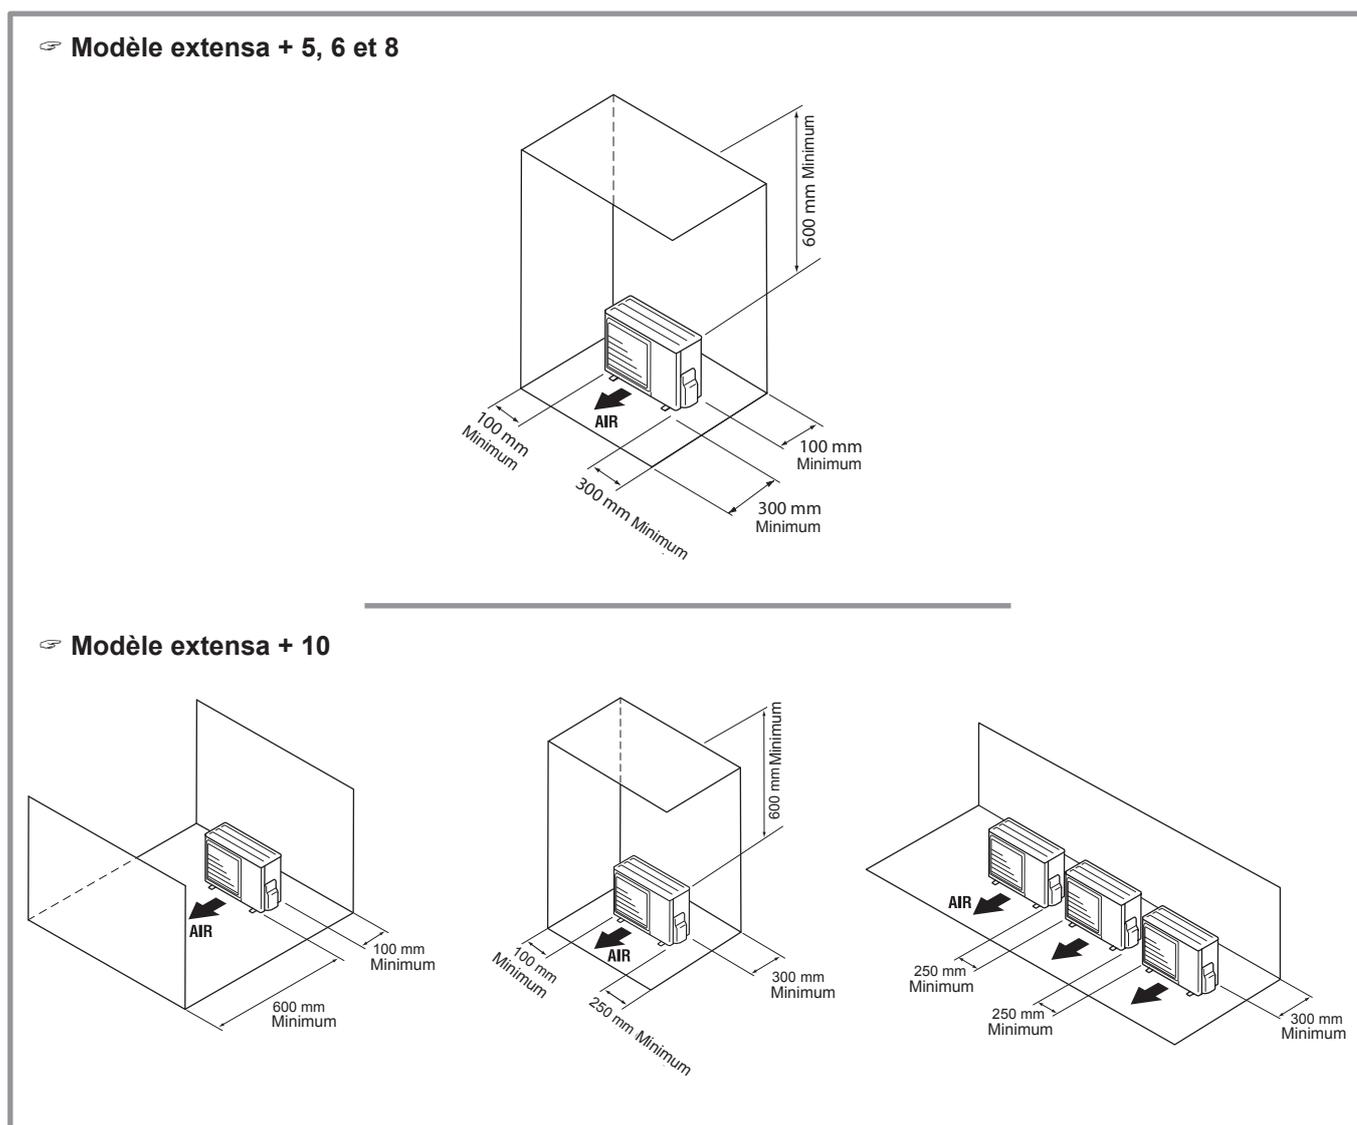

figure 14 - Dégagements minimum d'installation autour de l'unité extérieure (modèles extensa + 5, 6, 8 et 10)
- ☞ **L'unité extérieure doit exclusivement être installée à l'extérieur (dehors). Si un abri est requis, il doit comporter de larges ouvertures sur les 4 faces et respecter les dégagements d'installation (figure 14).**
- L'appareil doit être parfaitement accessible pour les travaux d'installation et de maintenance ultérieurs (figure 14).
- Aucun obstacle ne doit entraver la circulation de l'air à travers l'évaporateur et en sortie du ventilateur (figure 14).